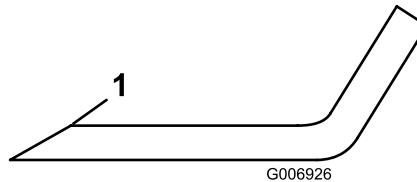

Figura 76
4. Inspeccione los filos de corte de todas las cuchillas. Si están romos o tienen mellas, afile únicamente la parte superior del filo y mantenga el ángulo de corte original para asegurar un afilado correcto (Figura 76).